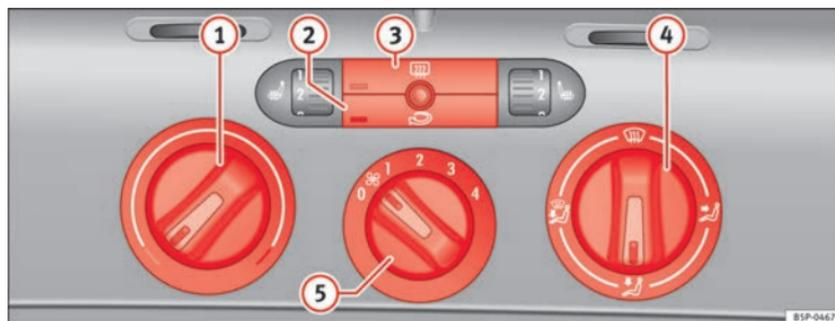

Fig. 125 Sulla plancia portastrumenti: i comandi del riscaldamento
- Le manopole ⇒ fig. 125 ① e ④ e la manopola ⑤ servono rispettivamente a impostare la temperatura desiderata, a indirizzare il flusso d'aria e a selezionare il livello di potenza della ventola.
- Per attivare o disattivare una funzione bisogna premere il tasto corrispondente ② o ③. Quando la funzione è attiva, la spia situata nell'angolo in basso a sinistra del tasto si illumina.